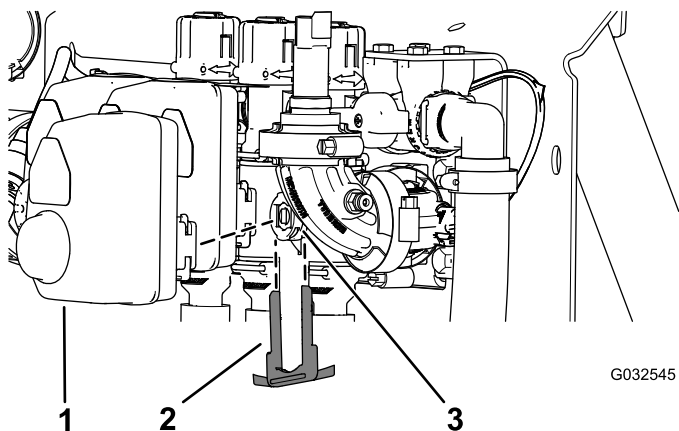

Bild 105
2. Entfernen Sie den Halter, mit dem der Aktuator am Verteilterventil für das Abschnittventil oder das Rührwerkventil befestigt ist (Bild 105).